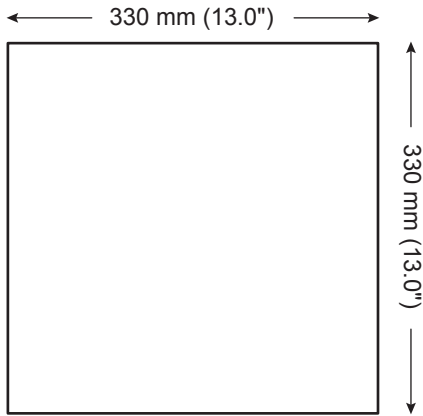

Fig. 12. PCI 45DC Cutout Dimensions
2. Ostrożnie zaznacz kwadrat w żądanym miejscu i ostrożnie wyciąć dziura w płycie gipsowo-kartonowej. Usuń kurz i zanieczyszczenia z otworu (rys. 12).